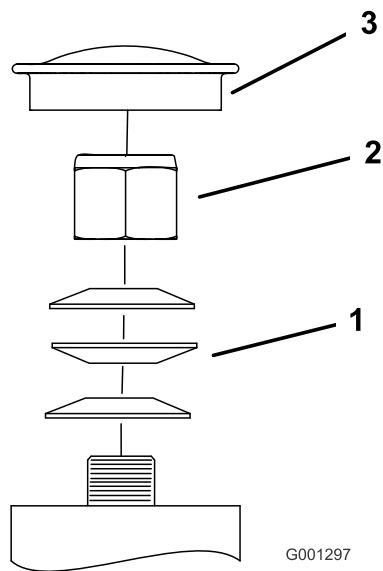

Figura 59
3. Retire el tapón guardapolvo de la rueda giratoria y apriete la contratuerca (Figura 59).
4. Apriete la contratuerca hasta que las arandelas de muelle estén planas, luego afloje $\frac{1}{4}$ de vuelta para establecer la pre-carga correcta de los cojinetes (Figura 59).
5. Coloque el tapón anti-polvo (Figura 59).
Importante: Asegúrese de que las arandelas de muelle están correctamente instaladas, según se muestra en Figura 59.